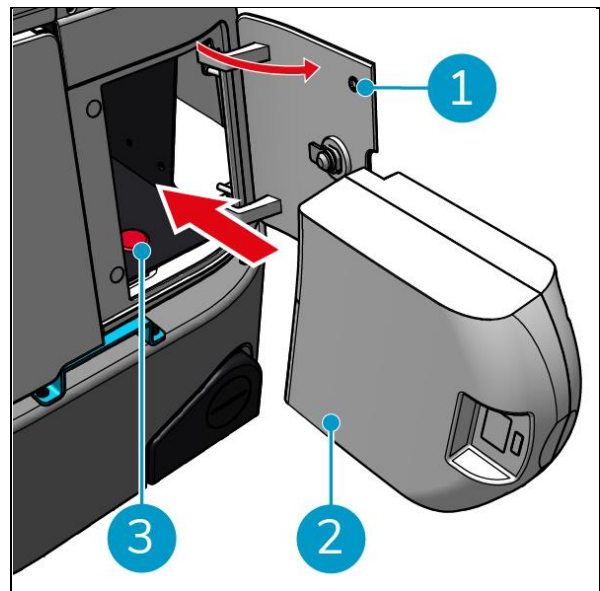

Figura 11
Antes de retirar a pilha, certifique-se de que desliga o co-botic 45 através do botão de alimentação no interior do compartimento da pilha (ver Figura 11, pos. 3). Retirar a bateria sem desligar o co-botic 45 pode resultar em "faíscas" da bateria e causar problemas com os conectores.
1. Abra a tampa do compartimento das pilhas utilizando a chave fornecida (Figura 11, pos. 1).
2. Empurre a bateria para dentro da ranhura da bateria (Figura 11, pos. 2). Um clique indica que a bateria está bloqueada.
1. Prima o botão de alimentação em frente da bateria (Figura 11, pos. 3), o co-botic 45 ligar-se-á.